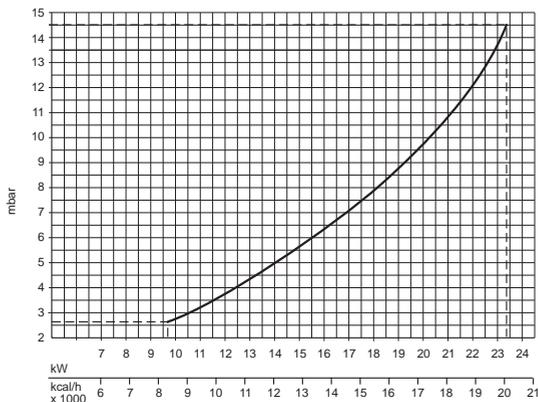

Fig. 4
N.B. - Le pressioni gas al bruciatore e le portate gas nella **fase di riscaldamento impianto** indicate in tabella si riferiscono alla **potenza nominale della caldaia**: volendo ridurre tale potenza (ove possibile), è necessario diminuire la pressione del gas, riferendosi ai diagrammi di fig. 4 - 5.
Sulle caldaie è possibile regolare la portata termica del focolare e di conseguenza la potenza termica resa all'acqua di riscaldamento agendo unicamente sulla regolazione del bruciatore principale attraverso la scheda elettronica (fig. 14). La potenza resa al sanitario rimane invariata. I diagrammi (fig. 4 - 5) indicano la variazione della potenza termica resa all'acqua al variare della pressione di funzionamento del bruciatore. Poter adeguare la potenza della caldaia alle effettive esigenze di riscaldamento, significa soprattutto ridurre le dispersioni e quindi risparmiare combustibile. Inoltre, con la variazione di potenza regolamentata anche dalla normativa, le caldaie mantengono pressoché inalterati i valori di rendimento e le caratteristiche di combustione.